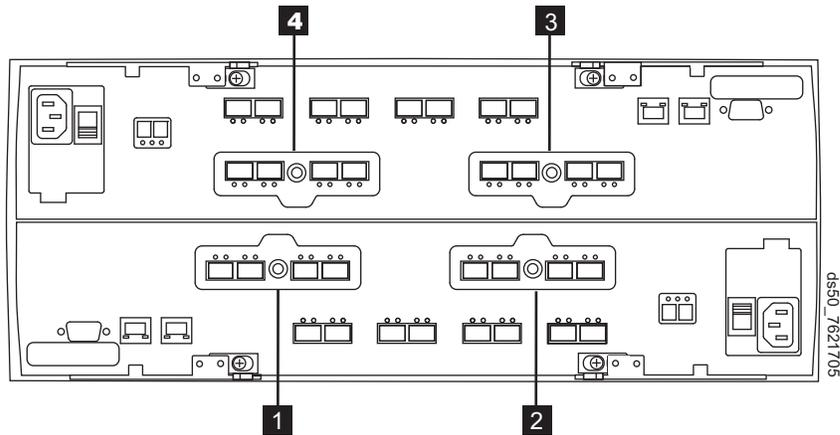

图 113. 控制器 A 和控制器 B 上的主机接口卡插槽
15. 查找您要更换的主机接口卡。请参阅第 168 页的图 113。
表 54. 图 113 的描述